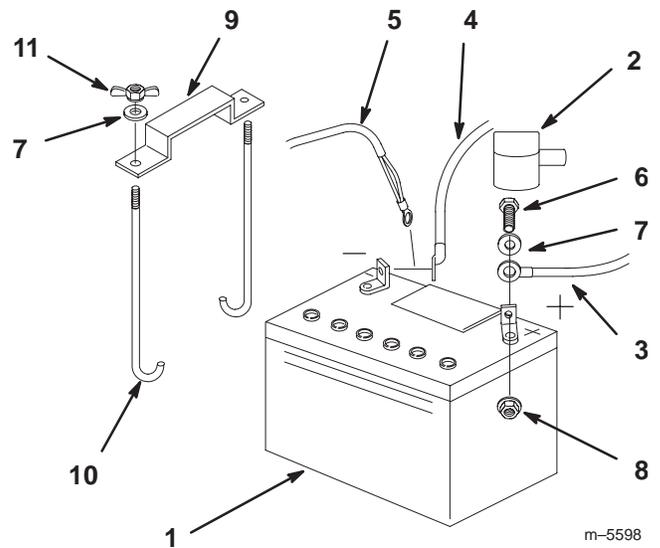

Figure 67
1. Placez la batterie dans son support en tournant les bornes vers le moteur (Fig. 67).
4. Fixez les câbles à l'aide de 2 boulons (1/4 x 3/4"), 2 rondelles (1/4") et 2 contre-écrous (1/4") (Fig. 67).
6. Fixez la batterie en position avec des boulons en J, une barrette de maintien et 2 rondelles (1/4"), ainsi que 2 écrous papillons (1/4") (Fig. 67).
3. Débranchez d'abord le câble négatif et le câble de masse de la borne négative (-) de la batterie (Fig. 67).
4. Ôtez le capuchon rouge de la borne positive (rouge) de la batterie. Retirez ensuite le câble positif (rouge) de la batterie (Fig. 67).
5. Retirez les deux écrous papillons (1/4") de fixation de la barrette de maintien de la batterie (Fig. 67).